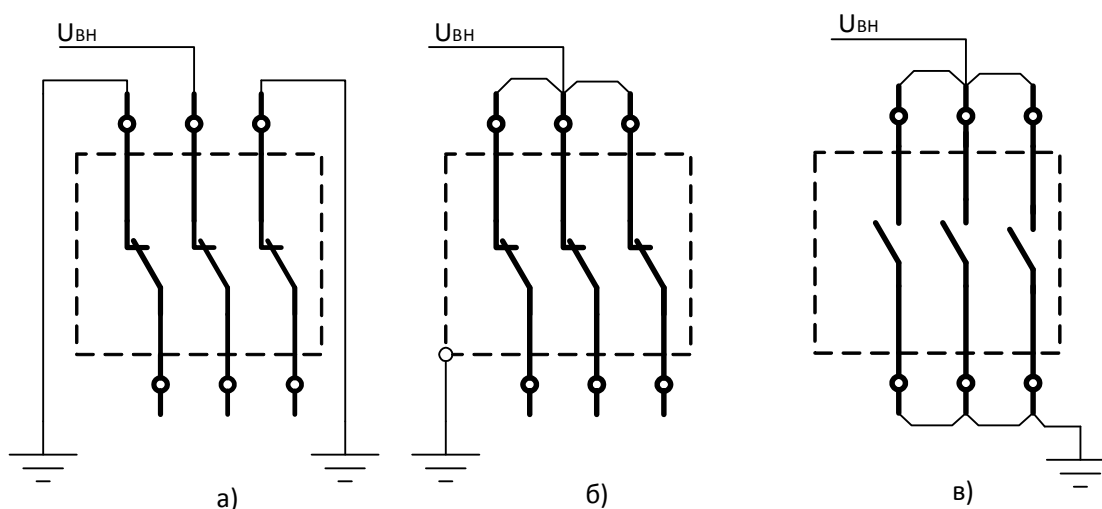

Рисунок 1
Испытаниям одноминутным напряжением промышленной частоты при плавном подъёме подвергается изоляция «фаза-земля», «фаза-фаза» и изоляция между разомкнутыми контактами главных цепей выключателя (см.рисунок 1).
Для схемы проверки по рис. 1а) и 1в) испытательное напряжение равно 42 кВ (для сети 10 кВ) и 32 кВ (для сети 6 кВ), для схемы рис. 1 б) – 37,8 кВ (для сети 10 кВ) и 28,8 кВ (для сети 6 кВ).
- к среднему полюсу выключателя во включенном его положении при заземленных крайних полюсах (рис. 1а). Этим проверяется междуфазовая изоляция выключателя;
- ко всем трем полюсам выключателя при включенном его положении относительно "земли" (рис.1б). Этим проверяется основная изоляция выключателя;
- между разомкнутыми контактами одного и того же полюса при отключенном положении выключателя (рис.1в). Этим проверяется изоляция внутреннего разрыва выключателя.